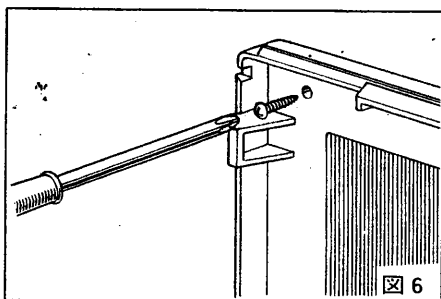

図6
- 本体前面の取付穴（4箇所）に付属の木ネジで直接取付けます。(図6)
- 本体前面の取付穴(4箇所)に付属の木ネジで直接取付けます。(図6)